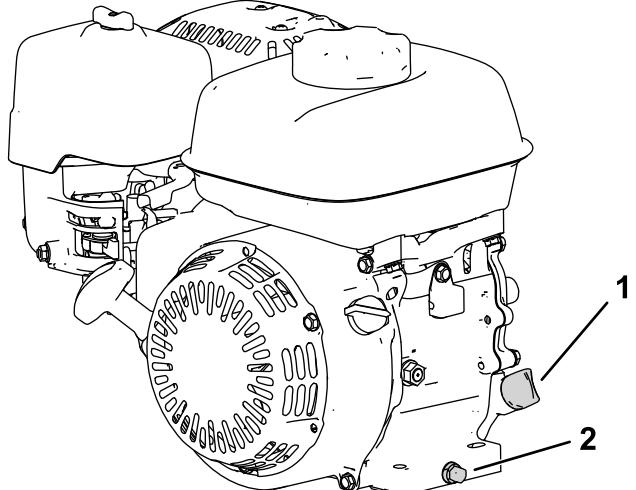

図 17
2. エンジンが水平になるように駐車し、オイル補給口の周囲をきれいに拭く図 17。
3. ドレンプラグを抜く図 17。